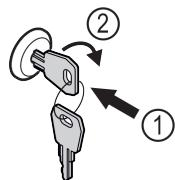

Fig. 75 Примерно изображение
- Пъхнете ключа Fig. 75 (1).
- Завъртете го на 90° по посока на часовниковата стрелка Fig. 75 (2).